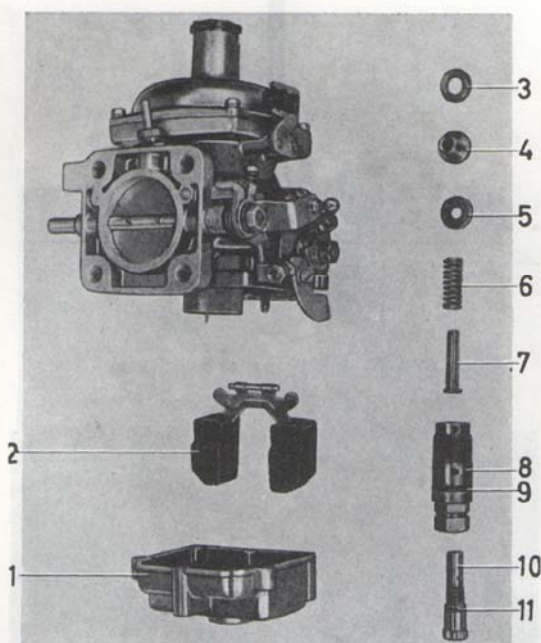
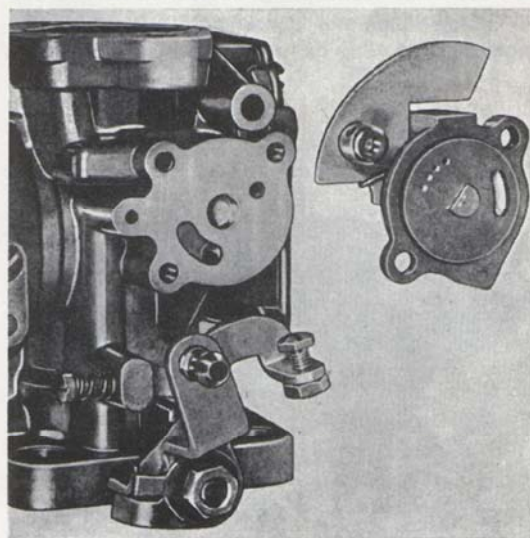

Bild 89. Flottörhus isärtaget
Bild 90. Kallstartanordning
1. Skruva upp munstycket mot dess övre läge. Lossa munstyckshållaren (8, bild 89) något varv.
5. Ta bort flottörhuset (1, bild 89).
7. Skruva loss och ta bort munstyckshållaren (8) med justerskruv (10), munstycke (7), fjäder (6), styrning (4) och brickorna (3 och 5).
Kontrollera att membranet är felfritt. Byt vid sprickor och uppsvällt membran, kontrollera bränslenålen betr. slitage. Byt krokig och sliten nål. Kontrollera att anliggnings- och tätningsytor är oskadade. Kontrollera ventilskivan (bild 90) vid kallstartanordningen samt motsvarande tätningsyta vid förgasarhuset betr. repor.
4. Skruva i justerskruven (10, bild 89), med ny O-ring (11) i munstyckshållaren (8). Montera ny O-ring (9) på munstyckshållaren.
5. Sätt fjädern (6), mässingsbrickan (5), styrningen (4) med ny O-ring och lättmetallbrickan (3) på munstycket samt montera det hela tillsammans med munstyckshållare och justerskruv i förgasarhuset. Skruva in munstyckshållaren för hand men dra ej fast. Skruva in justerskruven tills munstyckets överdel ligger an mot vakuumkolven då denna är i sitt nedersta läge. Centra munstycke och styrning enligt "Centrering av munstycke" sidan 46.
6. Montera flottören (2) med axel. Flottörens plana sida vändes från förgasarhuset.
9. Montera kallstartanordningen. (Har kallstartanordningen varit isärtagen monteras ventil- och kamskivorna enligt bild 90. De kalibrerade hålen vänds mot kamskivan).